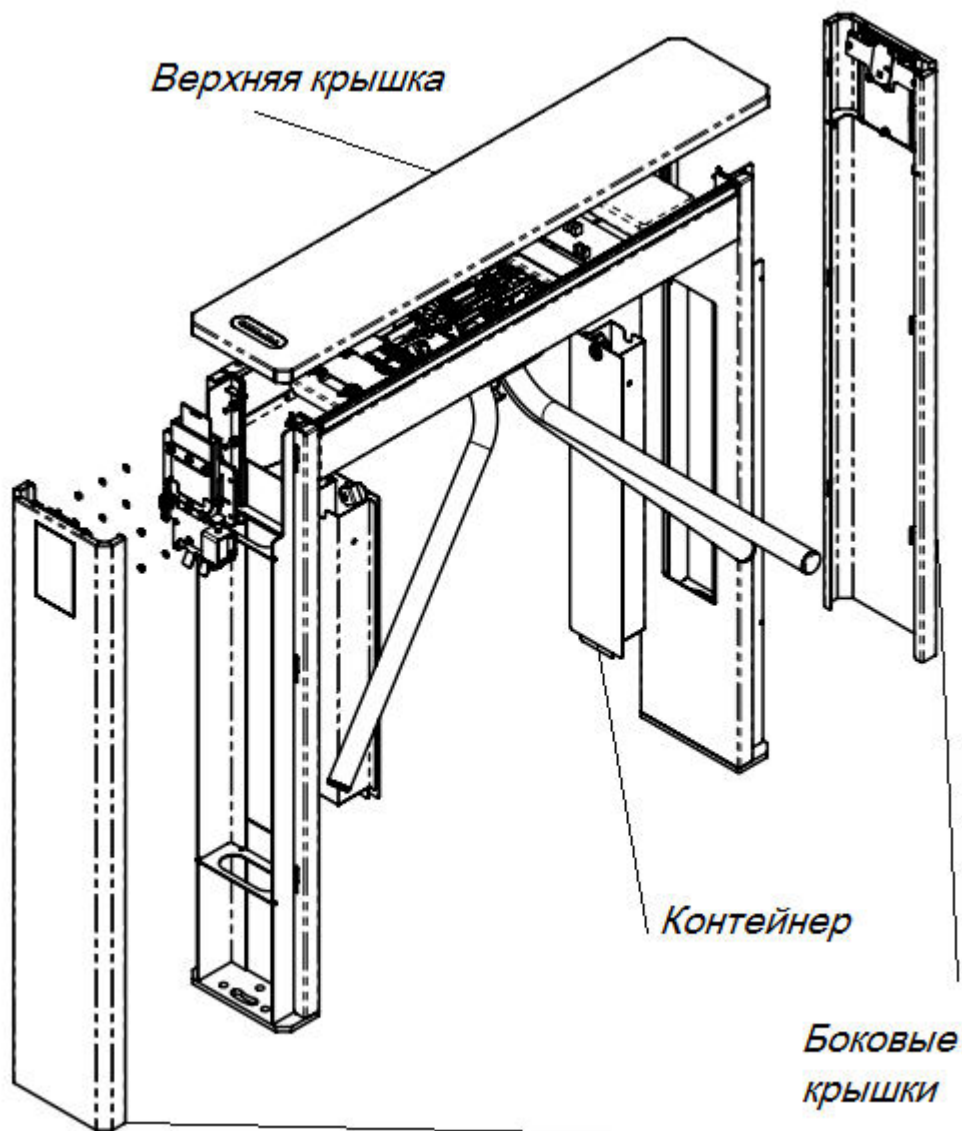

Рис. 9.
4.2.1. Снимите верхнюю и боковые крышки турникета рис. 9